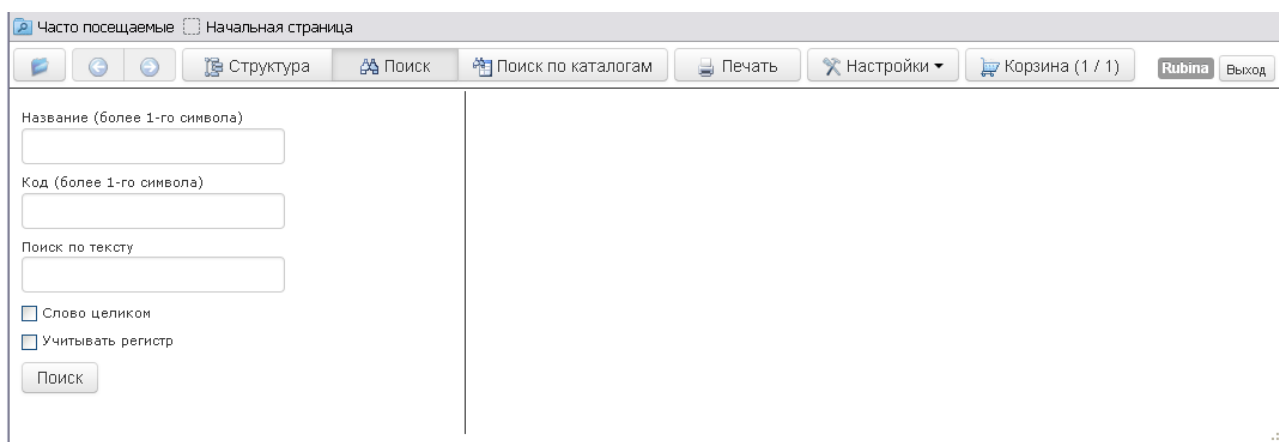

Рис. 27
1. На инструментальной панели нажмите на кнопку . После этого в левом окне появятся поля для ввода параметров поиска (Рис. 27).